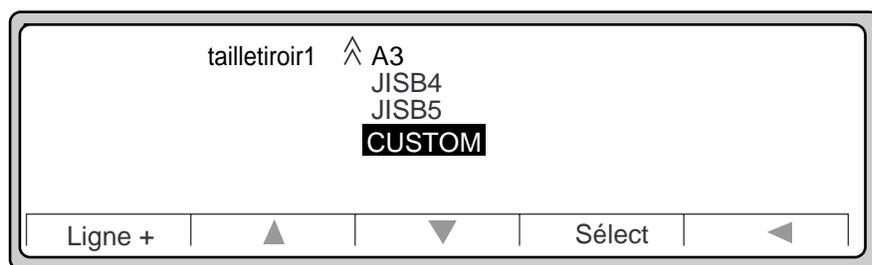

Figure 3-16 Choix du format de papier (suite)
- Appuyez sur Sélect pour définir le format de papier HORSERIE (Figure 3-16).